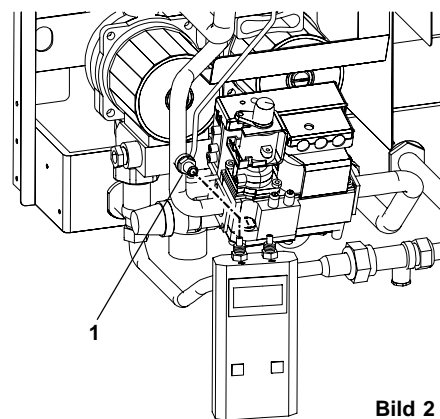

Bild 2
- I. Druck- oder U-Rohrmanometer für die Einstellung des Düsendrucks am Meßstutzen für den Brennerdruck (1, Bild 2) anbringen.
- I. Gerät mit dem Stromnetz verbinden und Betriebswahlschalter (A) einschalten, (Betriebsbereitschaftsanzeige (O) leuchtet grün).
- Bitte darauf achten, daß die rote Störanzeige (G) am Schaltfeld nicht leuchtet, ansonsten Entriegelungstaste (F) betätigen bis Störanzeige erlischt.